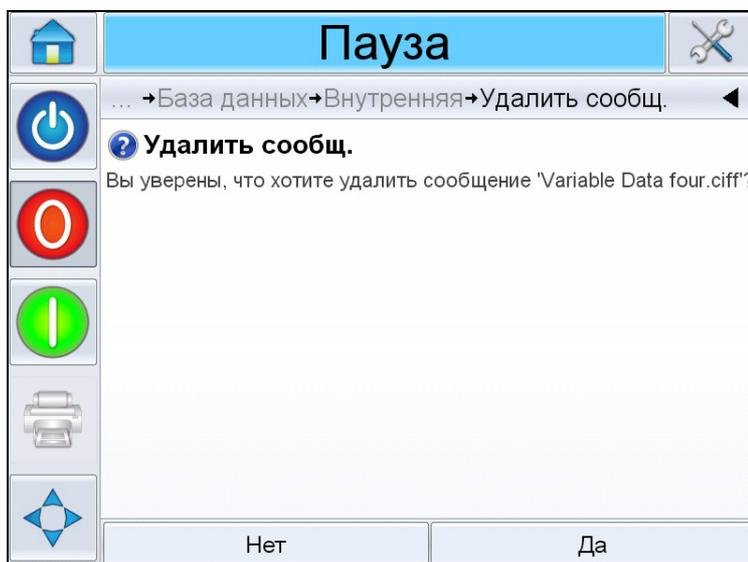

Рис. 6-22: Экран подтверждения
- 6 Подтвердите удаление задания на печать (Рис. 6-22).